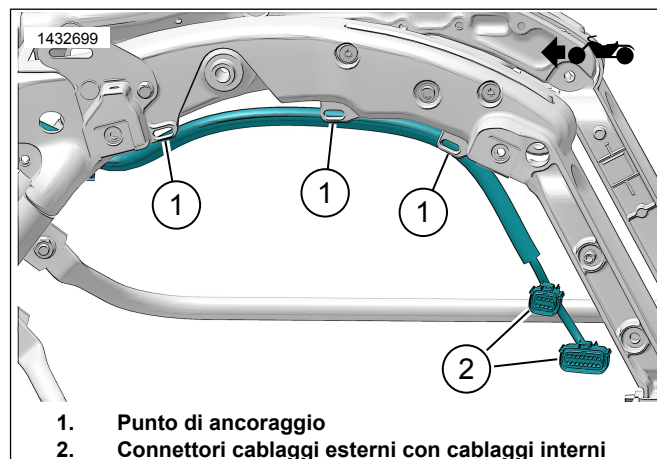

Figura 10. Disposizione cablaggio esterno (tipica)
1. Vedere la figura 10. Disporre il cablaggio esterno della borsa lungo il telaio. Utilizzando le fascette, installare il cablaggio ai punti di ancoraggio senza stringere (1). Non stringere le fascette.
Vedere la figura 10. Collegare il cablaggio esterno della borsa al cablaggio interno (2) sulla borsa.
- Vedere la figura 10. Disporre il cablaggio esterno della borsa lungo il telaio. Utilizzando le fascette, installare il cablaggio ai punti di ancoraggio senza stringere (1). Non stringere le fascette.